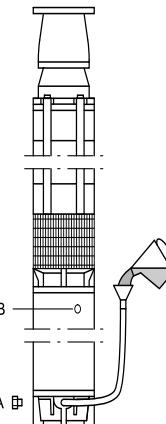

Fig. 4
- Colocar la bomba sumergible como indica la fig. 4.
- Quitar el tornillo (A) del orificio de llenado y colocar la boquilla con tubo y embudo, suministrada con el motor.
- Quitar el tornillo de purga (B) para que salga el posible aire del motor.
- Dejar de echar agua en el motor. Volver a colocar el tornillo (B) en el orificio de purga y quitar el tubo y el embudo. Volver a colocar el tornillo (A) en el orificio de purga y apretarlo bien.